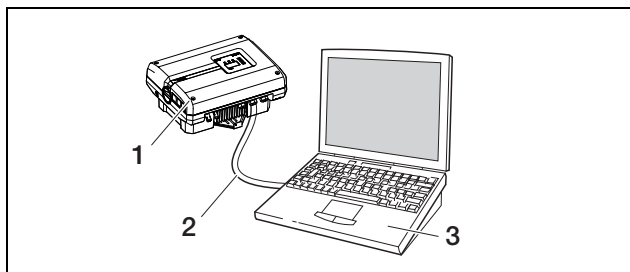

Abbildung 21: Wechselrichter und Computer mit Ethernet-Kabel verbinden
- a) direkt über ein Ethernet-Kabel (siehe Abbildung 21) oder